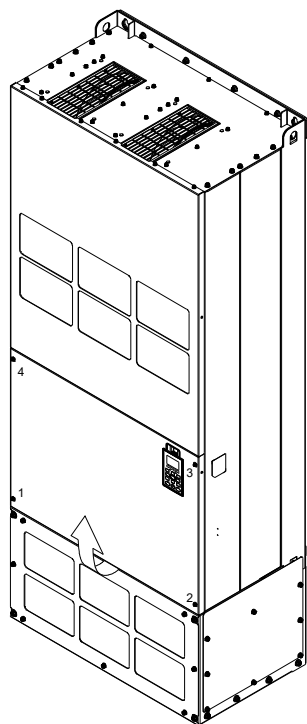

图 1
1. 松开螺丝 1~4 (如图 1 所示), 旋转移除上盖。